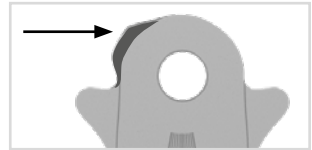

Fig. 32
Si no necesita las opciones de conversión (véase sección 11), puede limar completamente la parte saliente en la línea vertical (figs. 32 y 33).
- 1 Lije el estribo de sistema a lo largo de la línea láser (figs. 32 y 33).